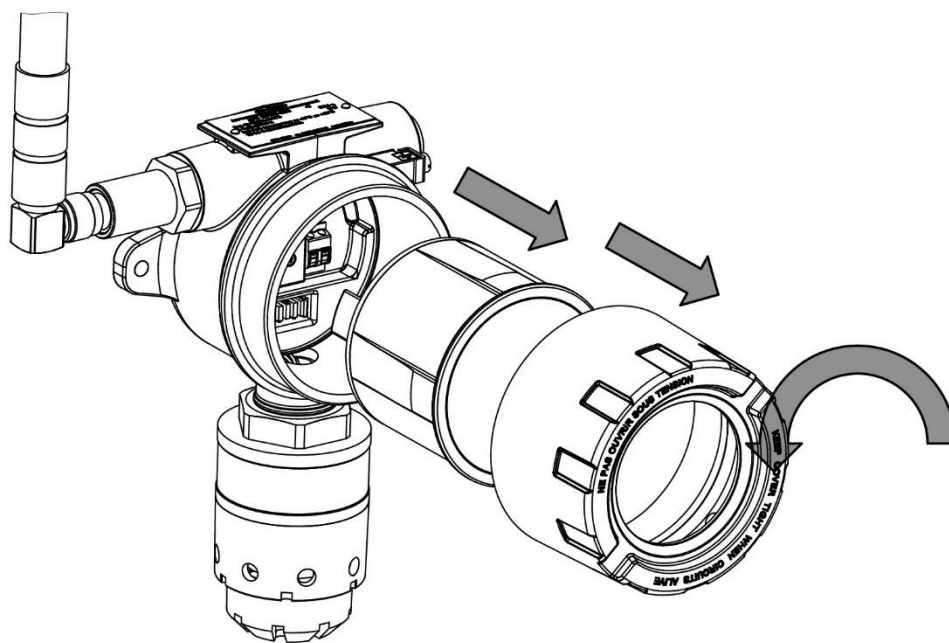

Рисунок 23 – Схема разбора ДГС ЭРИС-210
- а) Открутить стопорный винт в крышке газоанализатора (рисунок 23).